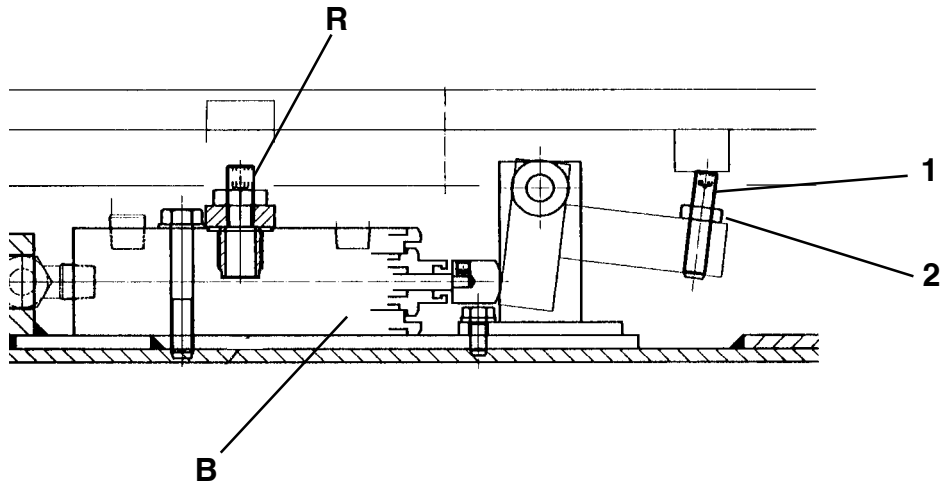
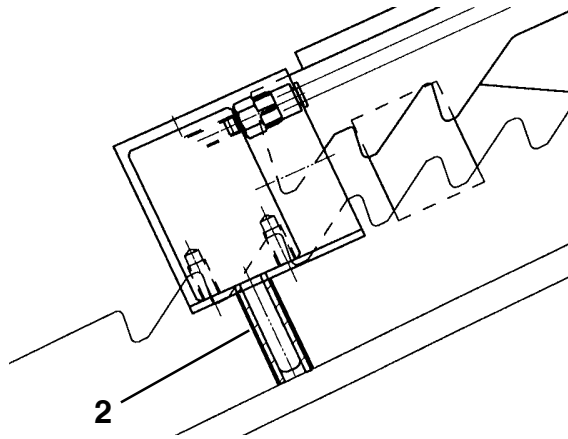
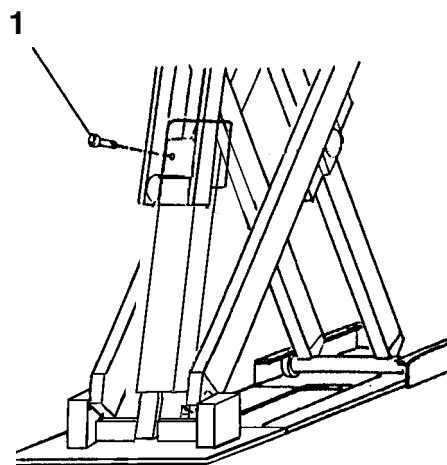

Fig. 15
Fig. 16
Fig. 17
Durante il collegamento dei tubi potrebbe entrare un po' di aria e quindi, per ristabilire il corretto funzionamento, operare come segue: con il rubinetto **R** chiuso, vedi Fig. 15, premere il pulsante di salita fino a battuta meccanica pedana **P1** (non importa la pedana **P2**).
Svitare la vite **1** (Fig. 17) del cilindro **P1** per spurgare l'aria (può verificarsi la discesa di **P2**) poi riavvitare.
Togliere l'alimentazione pneumatica in modo che l'arresto meccanico del cilindro **P1** rimanga agganciato sull'ultimo dente (cilindro tutto esteso) e inserire sotto l'arresto del cilindro **P2** il distanziale **2** (Fig. 16) (tubino Rilsan Ø 8x6 lungo 30 mm) in modo che il cilindro possa scorrere.
Aprire il rubinetto **R** (Fig. 15) e premendo il pulsante di discesa
with stopcock **R** closed (see Fig. 15), press the up button until platform **P1** reaches the mechanical stop (the position of **P2** is not important).
Loosen screw **4** (see Fig. 17) of cylinder **P1** to bleed the air (**P2** may drop), then tighten again.
Switch off the compressed-air supply so that the mechanical stop of cylinder **P1** remains fastened on the last tooth (cylinder fully extended) and fit spacer **2** (Fig. 16) underneath cylinder **P2** so the cylinder can slide. (Ø 8x6 rilsan tube of 30 mm length). floor. Open stopcock **R** (fig. 15) and press the down button to
Während des Anschlusses der Leitungen könnte etwas Luft eintreten. Zur Abhilfe bzw. Wiederherstellung des einwandfreien Betriebs, wie folgt vorgehen: bei geschlossenem Hahn **R** die Hebesteuertaste drücken, bis es zum mechanischen Anschlag der Fahrschiene **P1** kommt (die Fahrschiene **P2** ist unwichtig). Zur Entlüftung die Schraube **1** (Abb. 17) des Zylinders **P1** lösen (**P2** könnte sich senken) und wieder anziehen. Die pneumatische Versorgung unterbrechen, damit die mechanische Arretierung des Zylinders **P1** am letzten Zahn eingehakt bleibt (Zylinder ganz ausgefahren) und zur Zylindergleitung das Distanzstück **2**, (Abb. 116) (Schlauch aus Rilsan D. 8x6, 30 mm lang) unter die Arretierung des Zylinders **P2** einsetzen. Den Hahn **R** (Abb. 15) öffnen und über die Senksteuertaste **P2** bodeneben
Lors du raccordement des tuyaux, de l'air pourrait s'introduire dans le système, il faut donc opérer comme suit pour rétablir le bon fonctionnement: le robinet **R** (voir Fig. 15) doit être fermé; actionner la montée autant qu'il faut pour mettre le chemin de roulement **P1** en sa position de butée mécanique (la position du chemin de roulement **P2** n'est pas importante).
Desserrer la vis **1** (Fig. 17) du vérin **P1** pour purger l'air (il peut arriver que **P2** descende), puis resserrer.
Supprimer l'alimentation pneumatique de manière à ce que l'arrêt mécanique du vérin **P1** reste enclenché sur la dernière dent (vérin entièrement ouvert) et introduire sous l'arrêt du vérin **P2** l'entretoise **2** (Fig. 16) (tuyau rilsan Ø 8x6 30 mm de long) pour permettre au vérin de coulisser. Ouvrir le robinet **R** (Fig.
Durante la conexión de los tubos podría entrar un poco de aire y por este motivo, para restablecer el correcto funcionamiento es necesario proceder de la siguiente manera: con el grifo **R** cerrado, ver Fig. 15, presionar el pulsador de elevación hasta el tope mecánico de la plataforma **P1** (no interesa la plataforma **P2**). Destornillar el tornillo **1** (Fig. 17) del cilindro **P1** para purgar el aire (puede comprobarse el descenso de **P2**) y luego volver atornillar. Quitar la alimentación neumática de manera que el retén mecánico del cilindro **P1** se quede enganchado en el último diente (cilindro todo abierto) y colocar debajo del retén del cilindro **P2** el distanciador **2** (Fig. 16) (tubo de rilsan de Ø 8x6 longitud 30 mm) de manera que el cilindro pueda deslizar. Abrir el grifo **R** (Fig. 15) y presionando el pulsador de descenso bajar
fare scendere **P2** fino a terra, poi farla risalire 3-4 volte fino a 50-70 cm da terra. Assicurarsi che in centralina ci sia olio sufficiente. Portare **P2** a 150 cm di altezza e chiudere il rubinetto **R**, fare scendere il ponte di circa 50 cm dopo aver tolto il distanziale **2** (Fig. 16) e ripristinato il collegamento pneumatico, poi riaprire il rubinetto **R**. Mettere la **P2** 0,5-1 cm. più bassa di **P1**. Richiudere il rubinetto **R** bloccando con gli appositi controdadi e fare scendere a terra entrambe le pedane. **Staccare il cavetto A (Fig. 10)**. Il ponte funziona regolarmente quando partendo da terra ad un'altezza di 10 cm **P2** risulta più alta di **P1** di 1-2 cm.
15) et appuyer sur le bouton de descente pour porter **P2** au sol, le soulever ensuite 3 ou 4 fois de 50 à 70 cm du sol. S'assurer qu'il y ait suffisamment d'huile dans le boîtier de commande. Porter **P2** à une hauteur de 150 cm et fermer le robinet **R**. Faire descendre le pont de 50 cm environ après avoir retiré l'entretoise **2** (Fig. 16) et réactiver l'installation pneumatique, puis réouvrir le robinet **R**. Positionner **P2** à une hauteur inférieure de 0,5-1 cm par rapport à **P1**. Refermer le robinet **R** en bloquant les contre-écrous spécifiques et porter les deux chemins de roulement au sol. **Débrancher la fiche A (Fig. 10)**. Le pont fonctionne régulièrement lorsque, dès la position initiale au sol, après une course de 10 cm, **P2** dépasse **P1** de 1 ou 2 cm.
P2 hasta el suelo, y luego subirla 3-4 veces hasta que llegue a unos 50-70 cm. del suelo. Asegurarse que en la centralita haya bastante aceite. Colocar **P2** a 150 cm. de altura y cerrar el grifo **R**; bajar el puente unos 50 cm. después de haber quitado el distanciador (**2** Fig. 16) y una vez que se ha restablecido la conexión neumática, abrir nuevamente el grifo **R**. Colocar **P2** de 0,5 a 1 cm. más baja respecto a **P1**. Cerrar nuevamente el grifo **R** bloqueando con las correspondientes contratueras y bajar al suelo las dos plataformas. **Desconectar la clavija A (Fig. 10)**. El puente funciona normalmente cuando partiendo desde el suelo, a una altura de 10 cm, **P2** es más alta de **P1** 1-2 centímetros.